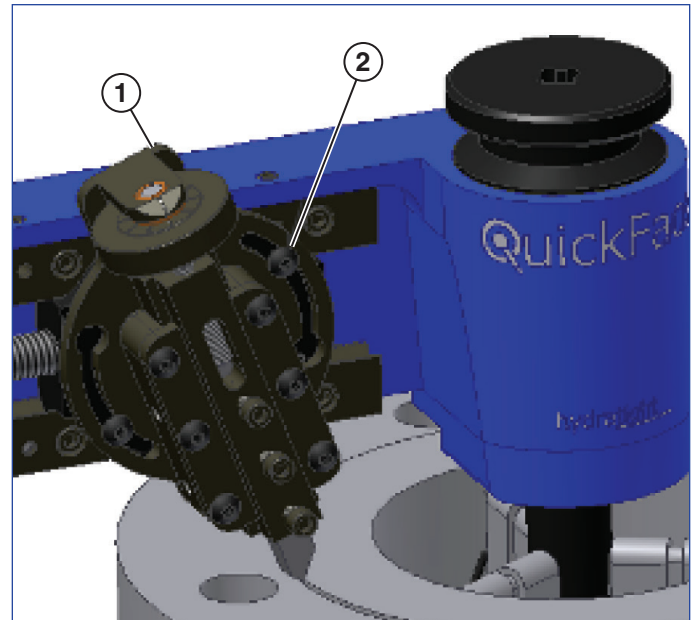

Figura 11
2. Allentare le viti della slitta oscillante per inclinare la slitta oscillante. L'angolo preferito va da 10° a 30° dalla perpendicolare. Accertarsi che la slitta sia sufficientemente inclinata in modo sufficiente per passare attraverso l'intera faccia in un'operazione continua senza esaurire la corsa (vedere la Figura 11). Il QuickFace taglia partendo dal diametro esterno verso il diametro interno.